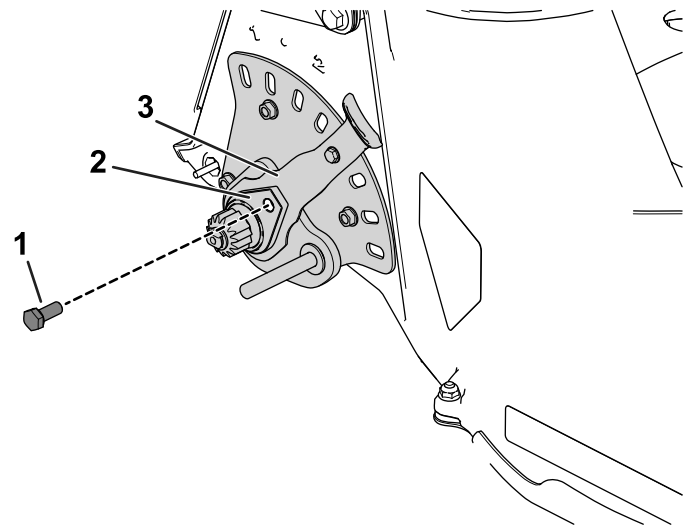

Figura 4
- 3. Retire el perno del retenedor y deséchelo (Figura 4).
3. Utilice el perno (5/16" x 3/4") para sujetar el retenedor a la palanca de altura de corte (Figura 4).